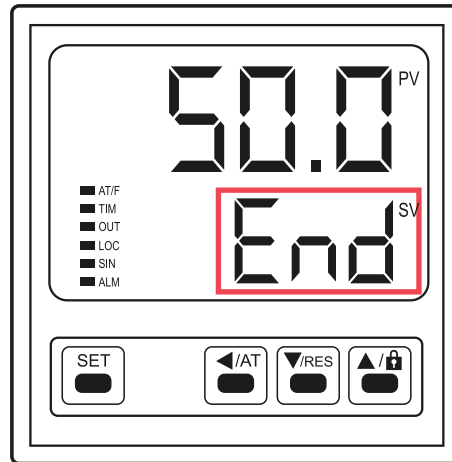

Figura 8. Término del ciclo de Temporizador
3. Después de transcurrido el tiempo de ciclo definido por el usuario, el sistema encenderá la alarma sonora e interrumpirá el sistema de calentamiento para que la temperatura **descienda de forma natural** (Figura 8). Pulse cualquier botón para apagar la alarma sonora.